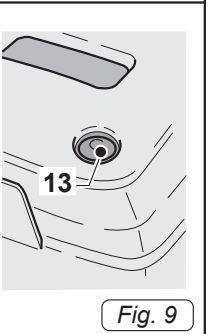

Fig. 9
- Premere l'interruttore (13 Fig.9) l'apparecchio si avvia.
- Premere l'interruttore (13 Fig.9) per spegnere l'apparecchio.